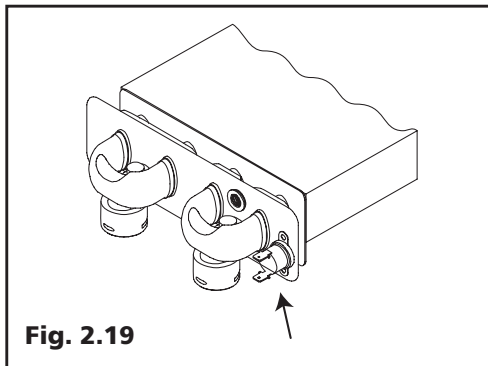

Fig. 2.19
2.14 Termostato limite (Fig. 2.19)